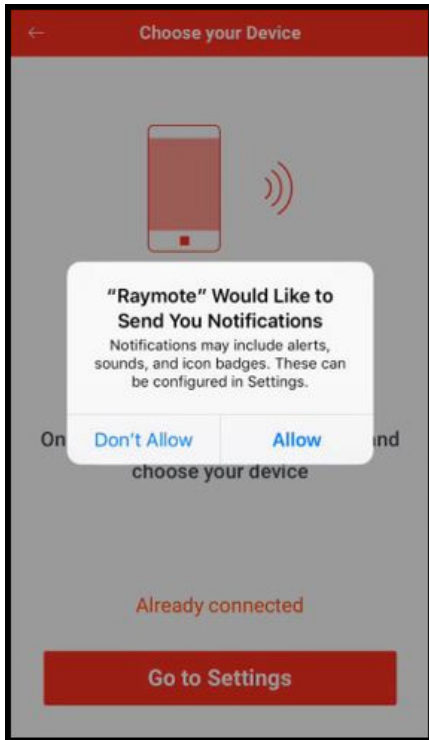

Figure 96. Accorder permissions
**NOTE:** lors de la première installation sur un téléphone, l'application Raymote demande d'autoriser l'accès aux données. Voir Figure 96.